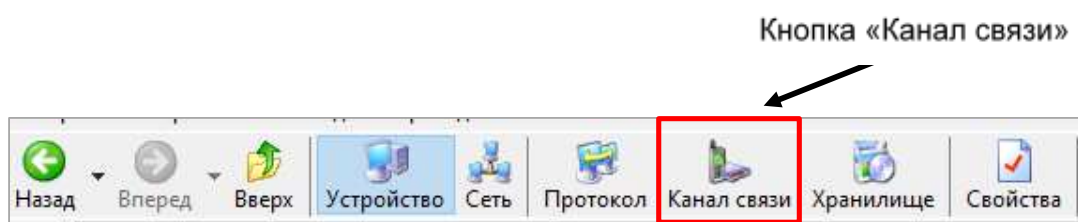

Рисунок 19 - Кнопка «Канал связи» на панели инструментов
5.3.3.3 Для настройки канала связи нажать на панели инструментов кнопку «Канал связи» (рисунок 19). В результате откроется окно «Справочник», которое показано на рисунке 20.